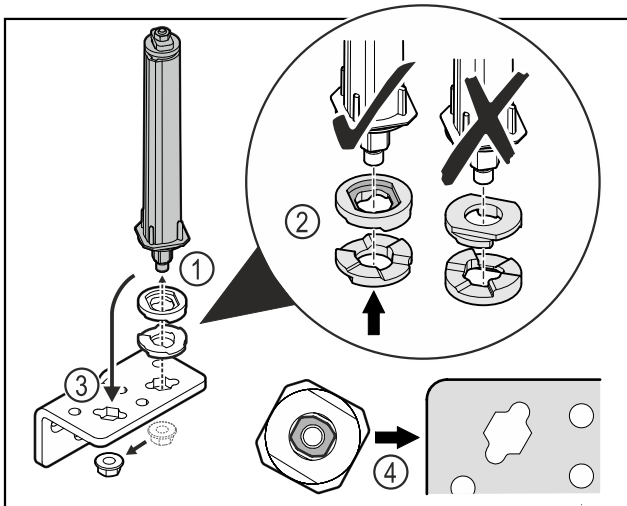

Fig. 47
- Löysää mutteri ja irrota oven lukitusjärjestelmä Fig. 47 (1).
- Huomioi korkeudensäätölaattojen oikea kohdistus Fig. 47 (2).
- Aseta oven sulkuyksikkö saranakulmassa toiseen paikkaan ja kiinnitä mutterilla Fig. 47 (3).
- Huomioi oven sulkuyksikön oikea kohdistus paikalleen asettamisen yhteydessä Fig. 47 (4).